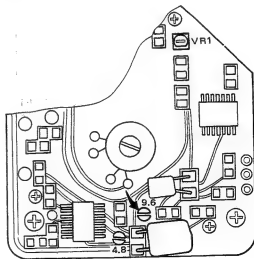

Fig. 4-10
CAUTION: After replacement of the capstan motor assembly, be sure to short-circuit (by soldering) the points on the assembly shown by the arrow in Fig. 4-10. Otherwise, correct tape speed adjustments are not ensured.
5. Play the middle portion of the test tape, and adjust semi-fixed resistor VR1 on the capstan motor assembly (Fig. 4-10) until the counter reads $3000 \text{ Hz} \pm 5 \text{ Hz}$.
注意 : キャプスタン・モータ ASS'Y を交換した場合は、キャプスタン・モータ ASS'Y の基板上、図4-10の矢印で示した場所を半田ショートして下さい。この場所がショートされていないと正常なテープ・スピードが得られません。
5. テストテープの中間部を再生させて、テープ速度が $3000 \text{ Hz} \pm 5 \text{ Hz}$ になるようにキャプスタン・モータ ASS'Y の半固定抵抗 VR1 (図4-10) を調整する。